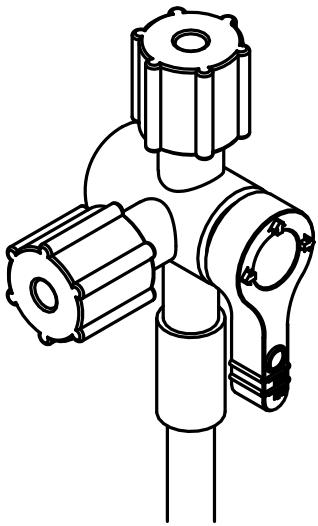

Figura 3. Valvola a 3 vie nella posizione di chiusura
6. Chiudere la valvola a 3 vie. Vedere la figura 3.